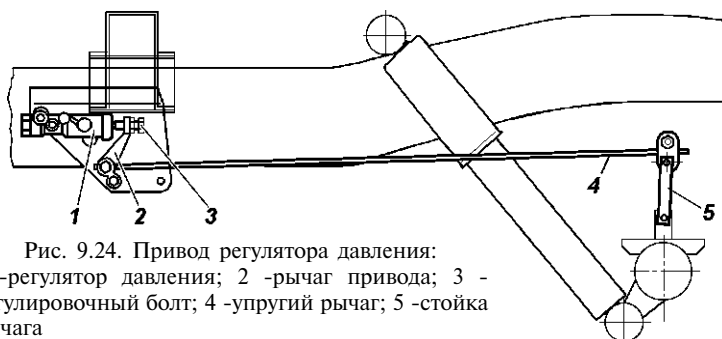

Рис. 9.24. Привод регулятора давления:
В процессе эксплуатации и при замене задних рессор необходимо регулировать усилие упругого рычага 4 (рис. 9.24) на поршень регулятора. Регулировку производите в следующей последовательности:
4. Доверните болт 3 (см. рис. 9.24):